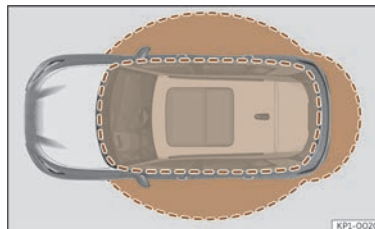

Fig. 73 Keyless Access: zonele de proximitate.
- Autovehiculul este descuiat la detectarea cheii cu telecomandă în apropiere >>> **fig. 73**. Toate semnalizatoarele clipeșc de două ori.